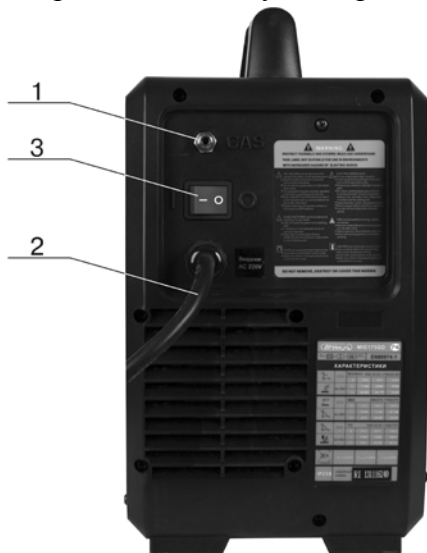
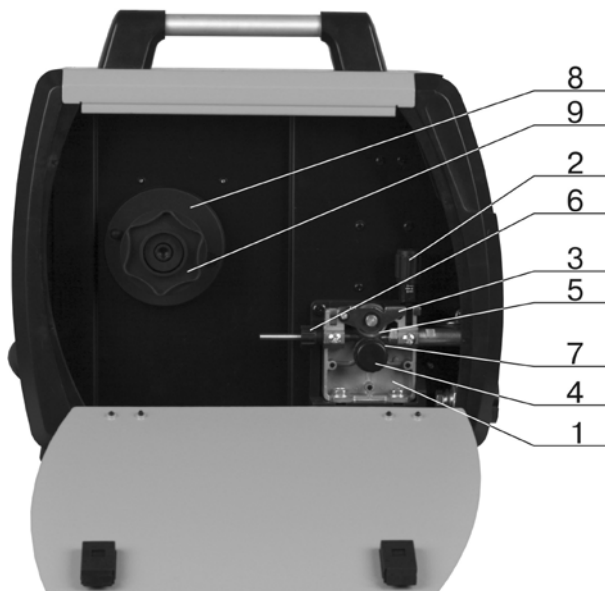

Рисунок 3 – Тыльная сторона полуавтомата MIG-175GD
Рисунок 4 – Механизм подачи полуавтомата MIG-175GD
Внешний вид лицевой панели MIG-175GD приведён на **рис. 2**, тыльная часть на **рис. 3**, механизм подачи **рис. 4**.
4.3. Подача защитного газа в режиме MIG осуществляется через штуцер (1) (рис.3), выведенный на тыльную стенку, обозначен «GAS», диаметр штуцера 9 мм. Подключение к баллону или центральной системе осуществляется газовым рукавом, один конец надевается на штуцер редуктора, другой – на штуцер полуавтомата. Фиксируется рукав хомутом. Давление в газовой магистрали не должно превышать 4 кгс/см². В противном случае газовый клапан не обеспечит надёжной работы.
4.8. Установите ролик механизма подачи **(7)** (рис. 4) канавкой под выбранный диаметр проволоки:
- закрепите ведущий ролик стопорным винтом (4).
- открутите гайку (9) (рис. 4) тормозного устройства (8) (рис. 4);
- заведите проволоку через направляющую (6) (рис. 4), через механизм подачи и далее в капиллярный канал евроразъёма;
- установите на место прижимной ролик (5) (рис. 4) коромысла (3);
- отрегулируйте прижим проволоки винтом коромысла (2) (рис. 4).
- включите установку выключателем **(3)** (рис. 3).